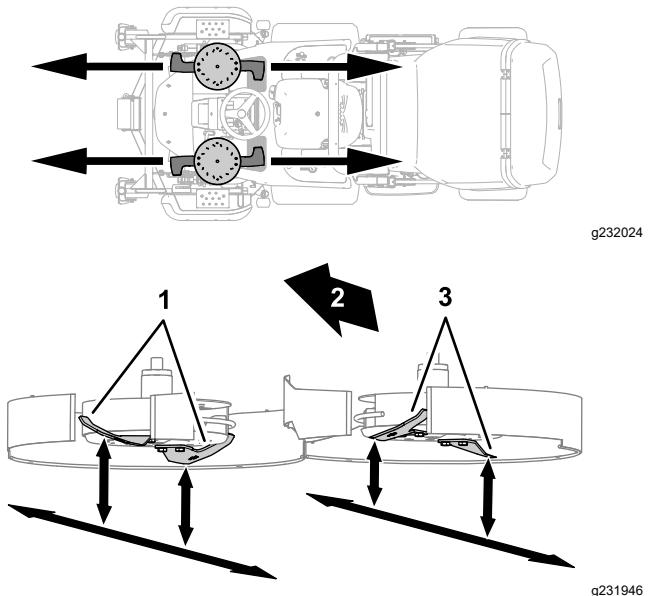

Figura 125
- Allineate una lama laterale alla posizione più avanzata (Figura 125).